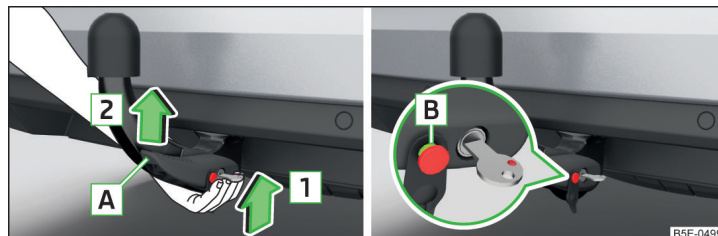

Abb. 301 **Kugelstange einsetzen / Auslösebolzen in ausgefahrenem Zustand**
- › Die Kugelstange **von unten** » **Abb. 301** fassen und in den Aufnahmeschacht in Pfeilrichtung **1** bis zum hörbaren Einrasten einsetzen » **I**.